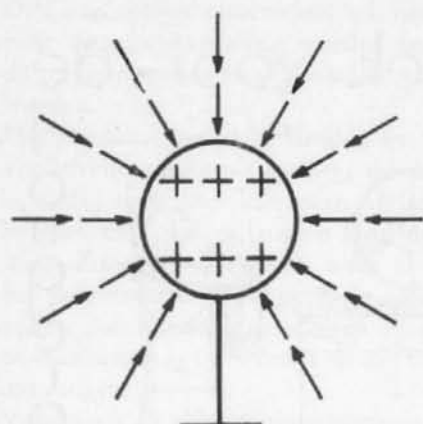

FIG. 12.
- c. Trachten we het behandelde uit b. eens te tekenen, zoals in fig. 12 en 13, dan noemen wij de radiaalsgewijze getekende lijnen op de beide bollen de *spanningslijnen*. Langs deze lijnen (m.a.w. de allerkortste weg) worden onze electroden dan aangetrokken, ofwel afgestoten.
- e. Nu gaan we over tot een ander eigenaardig verschijnsel. Brengen we bijv. eens de positief geladen bol uit fig. 12 in de nabijheid van een ongeladen leider G., zoals aangegeven in fig. 14.